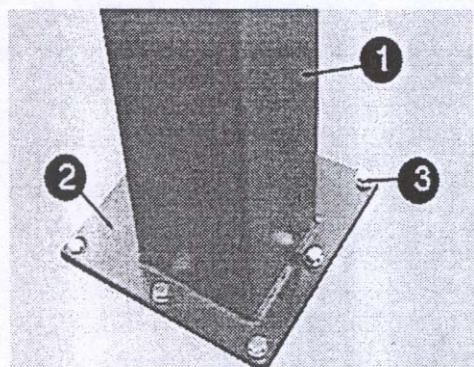

рис. 13: крепление
- ✓ Пробурите отверстия, чтобы зафиксировать дюбели через отверстия базовой плиты (рис. 13). Вычистите отверстия с помощью сжатого воздуха. Вставьте дюбеля. Изготовитель подъемника требует безопасные дюбели типа B20 «Liebig» или дюбели такого же качества другого изготовителя (с лицензией). При этом следует неукоснительно соблюдать инструкцию (калибры